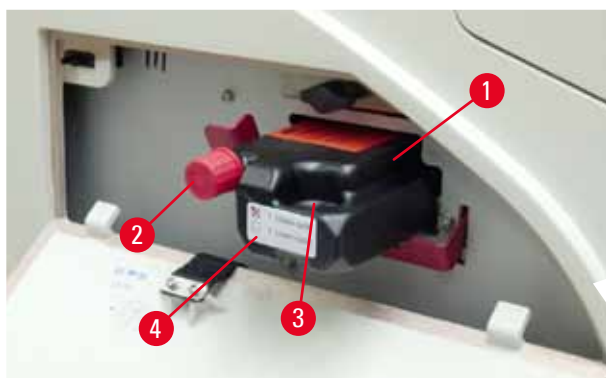

Fig. 54
3. Ta bort skyddsplatsen och sätt in patronen tills den är ungefär halvvägs in i patronhållaren (→ "Fig. 54").